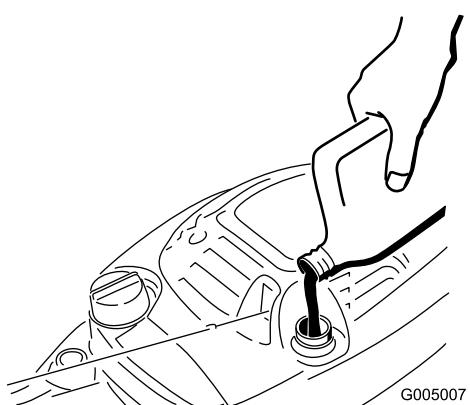

Figure 23
- Versez de l'huile **lentement** dans le goulot de remplissage pour faire monter le niveau de liquide jusqu'au repère du plein (**Full**) sur la jauge (Figure 23). **Ne remplissez pas excessivement.** (Remplissage max. : 0,6 l (20 onces), type : huile détergente SAE 30W de classe de service API SF, SG, SH, SJ, SL ou supérieure.)